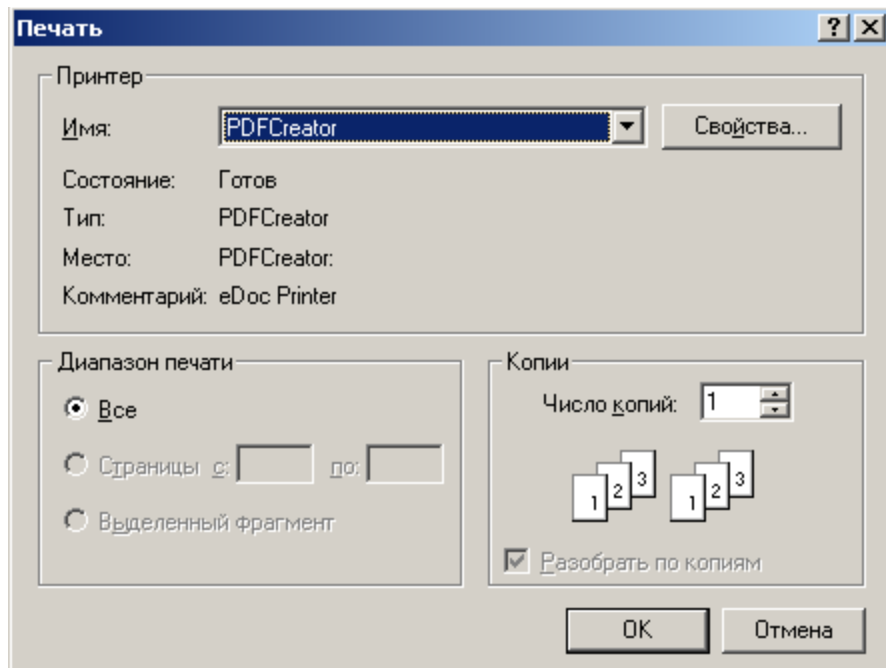

Рисунок 10.2 - Выбор принтера «PDFCreator»
- выбрать в качестве принтера «PDFCreator» (рис.10.2), (программа предложит выбрать параметры сохраняемого файла, они могут не